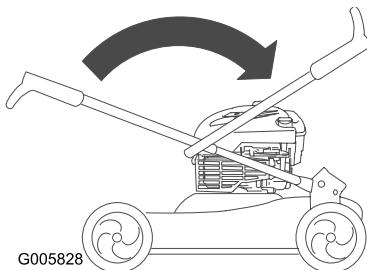

Figura 52
7. Piegare la stegola superiore all'indietro come mostrato in figura (Figura 52).